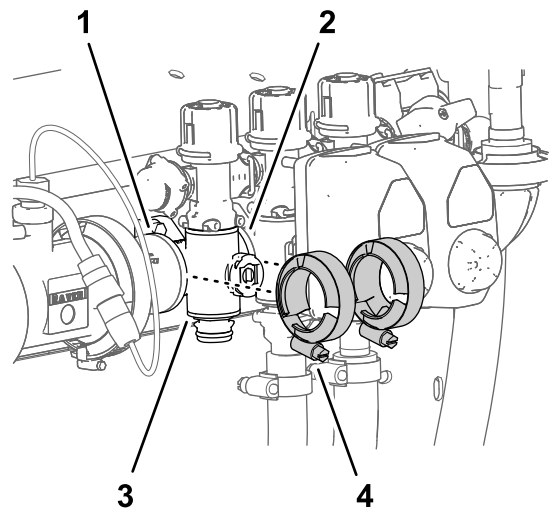

Figura 121
- Monte provisionalmente las bridas de fijación que retiró en Retirada de la válvula del distribuidor de sección \(página 85\) en las bridas del distribuidor de la válvula de sección y las bridas de las otras válvulas de sección y/o adaptadores de acoplamiento (Figura 121).
7. Apriete las 2 bridas de fijación a mano (Figura 121).